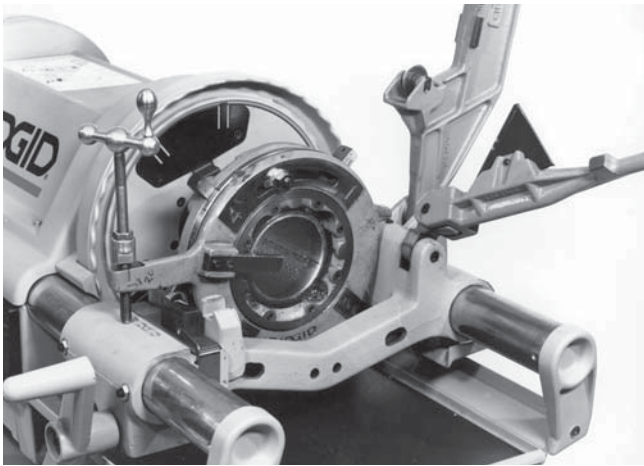

Рисунок 32 – Очистка поддона для стружки и масляного фильтра
2. Очищайте сетку масляного фильтра, чтобы во время работы поступало чистое масло. Сетка масляного фильтра находится в нижней части бака с маслом. (*Рисунок 32*)
1. Установите контейнер под сливной пробкой поддона для стружки. (Рисунок 32)